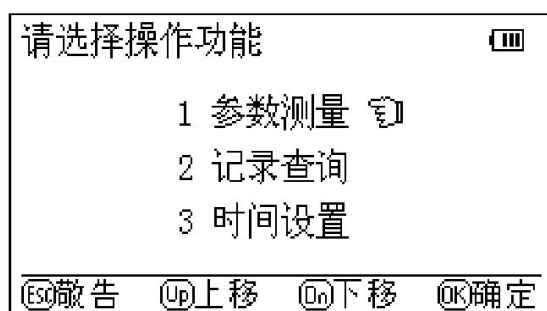

图 2
- 4.2 此时按 OK 键，出现如图 2 功能选择窗口。可根据屏幕下方的按键功能提示进行操作。在图 1 或图 2 的界面下按 ESC 键，